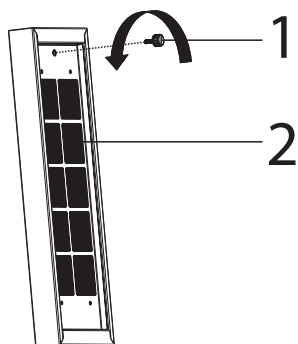

Abb. 22
2. → Aktivkohlefilter Verbindungsschraube ( Abb. 22/1) in Pfeilrichtung abschrauben.